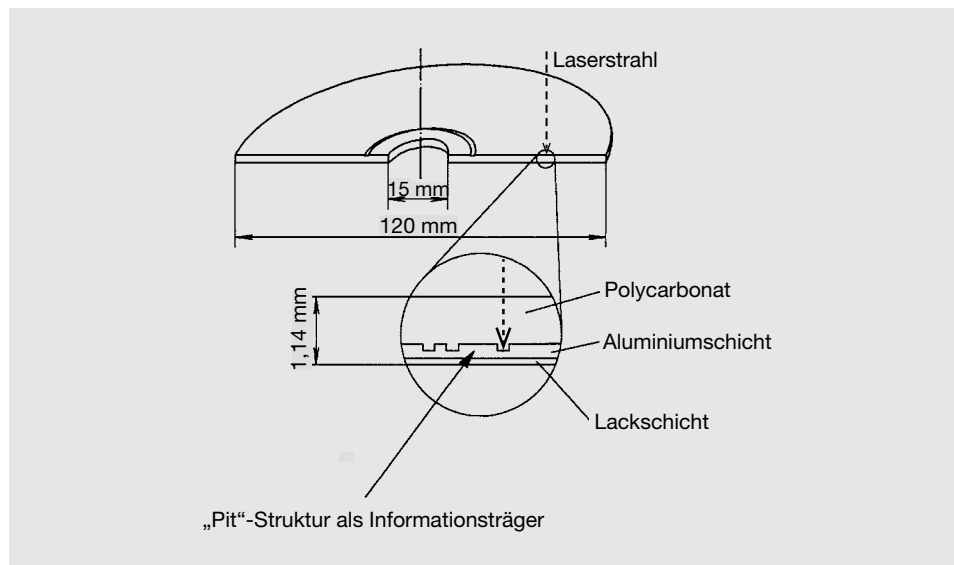

Bild 2 Compact-Disc (CD) und deren Abmessungen
- optische Datenträger Diese kunststoffgerechte Vorgehensweise bedingt ein grundsätzliches Verständnis der Herstellungs- und Verarbeitungsverfahren sowie des Werkstoffverhaltens. Mit diesem Buch soll ein erster umfassender Überblick über das Thema Kunststoffe gegeben werden. Wir wollen dabei ein technisches Kunststoffbauteil auf seinem Weg vom Ausgangsmaterial Rohöl über die Produktion bis hin zur Entsorgung durch Recycling verfolgen. Dieses Teil wird die Compact Disc (CD) bzw. die DVD sein, die jedem bekannt sein dürfte. Sie ist damit besonders geeignet, die moderne Kunststoffverarbeitung als Beispiel zu begleiten.
- CD Das folgende Bild 2 zeigt eine CD, die im Spritzgießverfahren hergestellt wird, mit ihren Abmessungen.